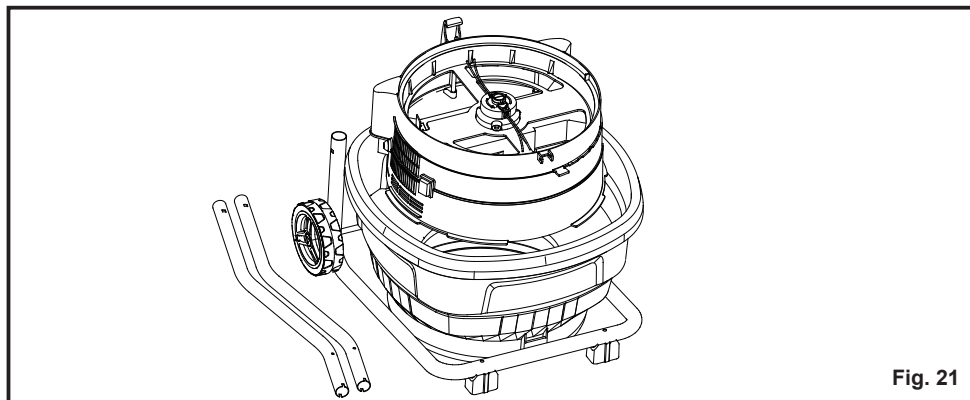

Fig. 21
- Coloque la carcasa del motor en la unidad de tolva tal como se muestra (Fig. 21). Guarde la unidad de tolva junto con las piezas desmontadas de los bastidores.